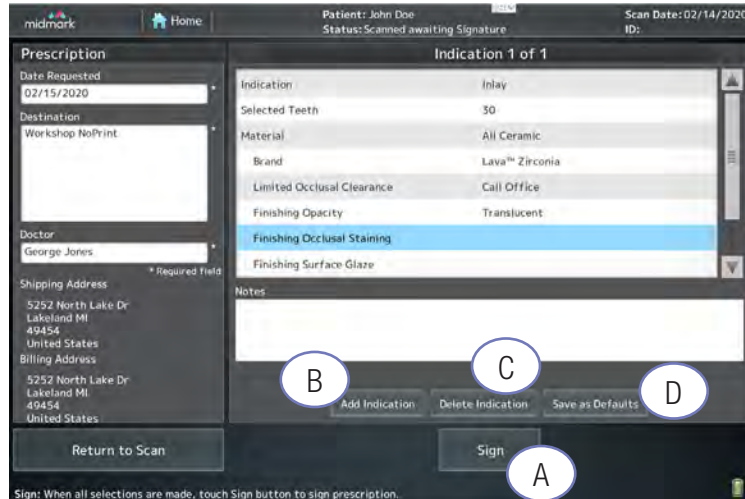

Figure 40. Écran d'ordonnance en cours
Légendes de la Figure 40
7. Vérifier l'exactitude de l'ordonnance, puis appuyer sur le bouton **Signer** (figure 40, A). La soumission des données du patient s'affichera.
Pour ajouter une autre restauration, avant de signer l'ordonnance, appuyer sur le bouton **Ajouter une restauration** (figure 40, B) et continuer le processus à nouveau.
Pour supprimer une restauration, appuyez sur le bouton **Supprimer** (Figure 40, C). Le système demandera une confirmation pour la suppression.
L'option **Enregistrer par défaut** (Figure 40, D) de l'écran d'ordonnance peut être utilisée pour enregistrer les sélections de restauration actuelles comme paramètres par défaut. De cette façon, il n'est pas nécessaire de saisir à nouveau les détails de la restauration pour chaque ordonnance.